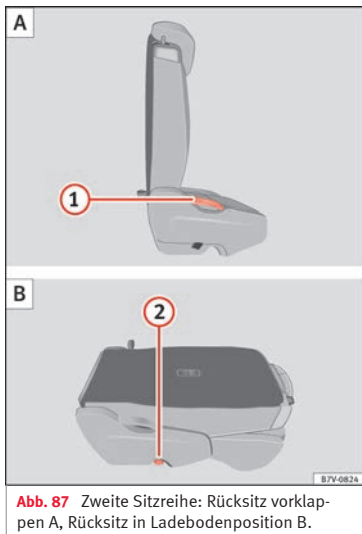

Abb. 87 Zweite Sitzreihe: Rücksitz vorklappen A, Rücksitz in Ladebodenposition B.
- Entfernen Sie Gegenstände aus dem Fußraum vor und hinter dem Rücksitz »» ❶.
- Hebel »» **Abb. 87** ❶ nach oben ziehen und Rücksitzlehne nach vorn klappen. Der komplette Rücksitz klappt nach vorn »» **△**.
- Die nach vorn geklappte Rücksitzlehne herunterdrücken, bis die Rücksitzlehne in der Ladebodenposition eingerastet ist »» **Abb. 87 B**.
- Hebel »» Abb. 87 ❶ nach oben ziehen und Rücksitzlehne in die aufrechte Position klappen. Der komplette Rücksitz klappt nach hinten.